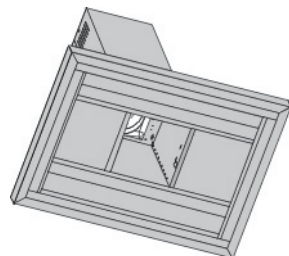

Рис. 19
- а) снять алюминиевые жирославливающие фильтры (Рис. 19),